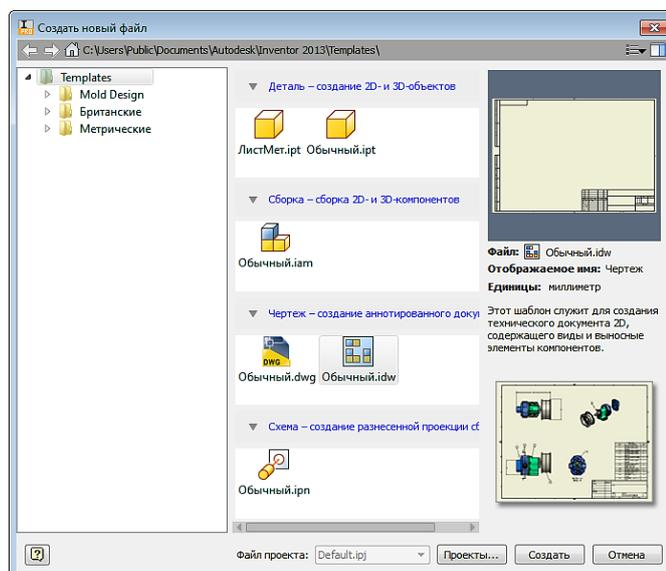

Рис. 92. Окно «Создать новый файл»
1. Загрузите среду «Чертеж». Для этого в меню приложения щелкните команду «Создать». Выберите кнопку *Обычный.idw*  (рис. 92). Программа Autodesk Inventor открывает пустой лист чертежа формата А3 с универсальной границей и основной надписью.